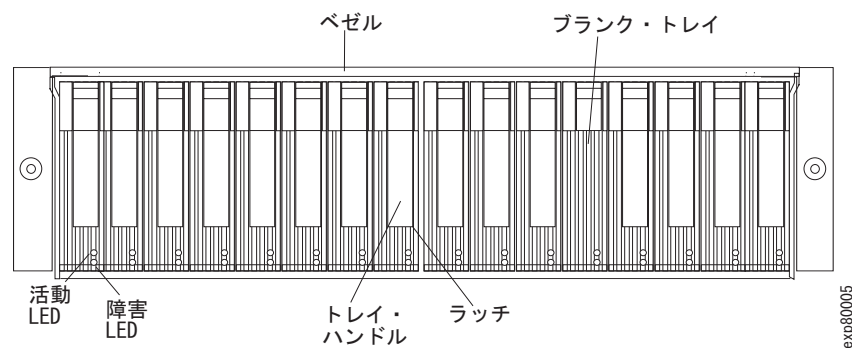

図 81. ホット・スワップ E-DDM LED
2. 図 81 に示される障害 LED を確認します。いずれかのこの色の LED が点灯している場合は、187 ページの『問題の解決』を参照してください。